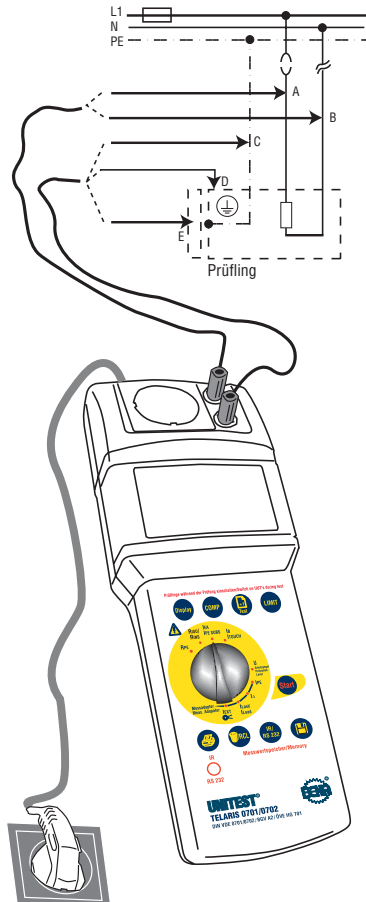

Bild 6.10: Messung des Ersatzableitstromes bei fest angeschlossenen Geräten oder Geräten ohne Netzstecker
- ▶ Schließen Sie den UNITESTTELARIS 0701/0702 mit dem Netzanschlussstecker (1) an eine funktionsfähige und ordnungsgemäß angeschlossene Schutzkontakt-Netzsteckdose an.
- ▶ Stellen Sie den Drehschalter 'Messfunktion' (15) auf die Schalterstellung 'IEA'
- ▶ Stellen Sie mittels der Taste LIMIT (7) den Grenzwert für den Ersatzableitstrom ein, Grenzwerte siehe Tabelle 2.
- ▶ Verbinden Sie den PE-Anschluss des Prüflings mit der blauen Buchse 'PE' (5), entsprechend C in Bild 6.10.
🔊 Bei Geräten der Schutzklasse II oder III und berührbare leitfähige Teile von Geräten der Schutzklasse I, die nicht mit dem Schutzleiter verbunden sind, verbinden Sie zusätzlich die Buchse 'PE' (5) mit allen berührbaren leitfähigen Gehäuseteilen des Prüflings entsprechend D, E in Bild 6.10.
- ▶ Verbinden Sie die Buchse 'L/N' (4) mit allen aktiven Anschlüssen des Prüflings entsprechend A, B in Bild 6.10.
- ▶ Drücken Sie die Taste „Start“ (9). Das blinkende Symbol für die Messeinheit im Display signalisiert den aktuellen Messvorgang.
- ▶ Lesen Sie den Messwert von der LC-Anzeige (6) ab. Das Symbol 'LIMIT' (21) zeigt bei eingeschalteter Grenzwertanzeige eine Überschreitung des Grenzwertes an.